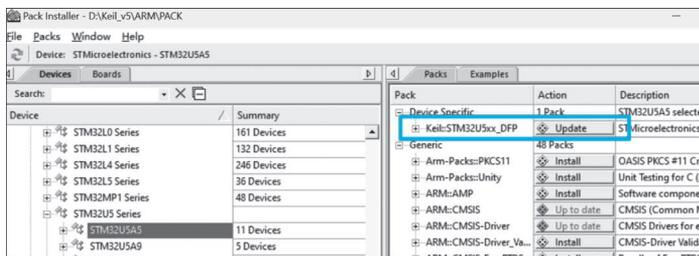

图 3.18 MDK 的固件包安装状态
(12) 安装成功后,选择相应的芯片,即可在右侧显示固件包已安装,如图 3.18 所示。